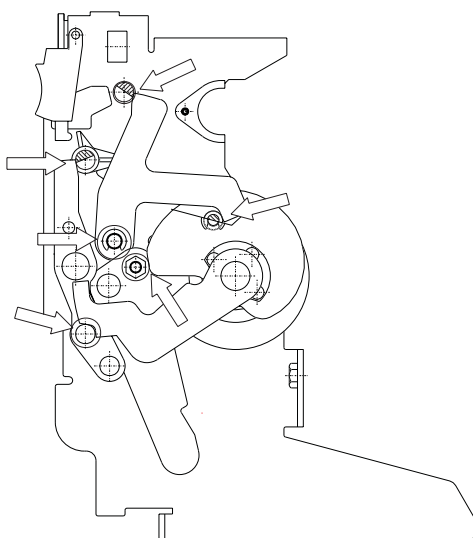

Fig. 34
- Lubricar los ejes y los ganchos de apertura y cierre con grasa 5 RX MOLY (OLEOTECNICA) o similar (fig. 34).
- Lubricate the small shafts and opening closing hooks with 5 RX MOLY (OLEOTECNICA) or similar grease (fig. 34).